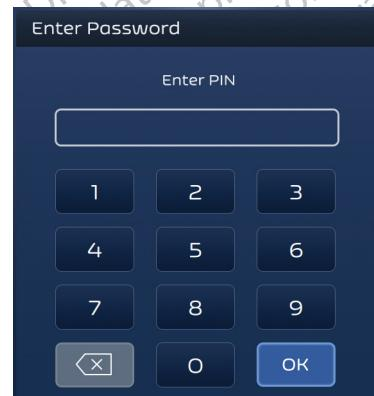

Abbildung 3. Bildschirm für die Erstanmeldung mit Passwort
3. Nach Beendigung des POST-Vorgangs wird der Bildschirm für die erstmalige Anmeldung mit einem Passwort angezeigt. Geben Sie das Anmeldekenntwort* über die Tastatur ein und drücken Sie dann die Schaltfläche OK (siehe Abbildung 3).